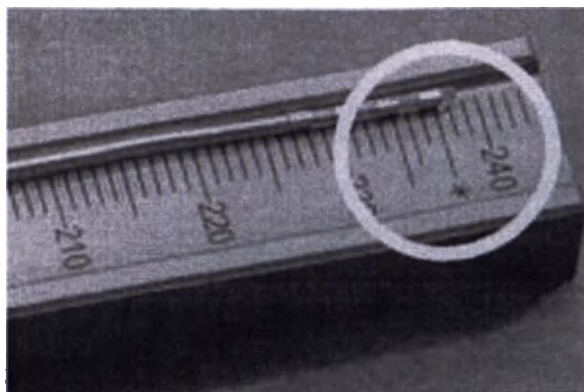

Рисунок 78: Отметка 237
7. 7. Отметка 237 указывает на местонахождение глубинного электрода DBS (рис. 78).